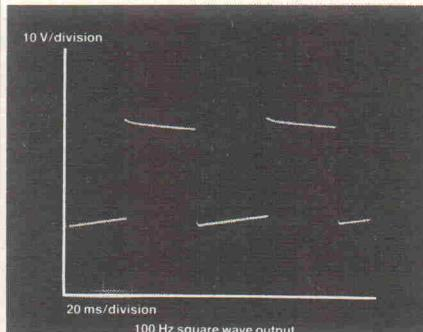

Bild 1
- Bild 1. Ausgangssignal, 100 Hz Rechteck